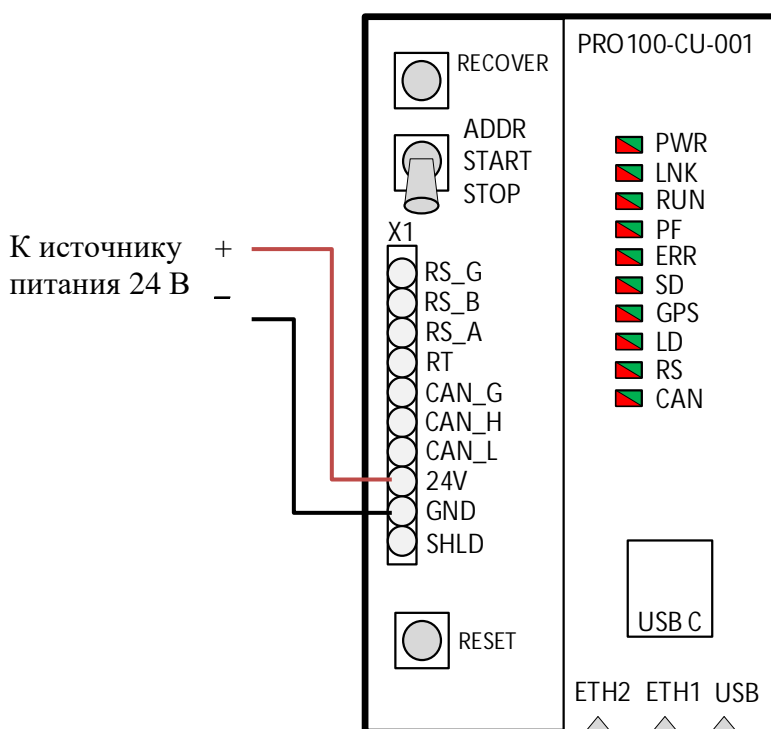

Рисунок 44 – Подача напряжения питания на общую электрическую шину через процессорный модуль
2.4.7 Подать напряжение питания 24 В постоянного тока на общую электрическую шину. Питание подаётся через процессорный модуль (рисунок 44).